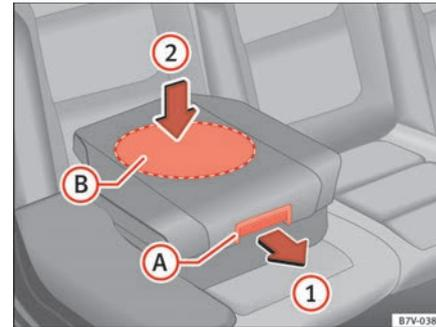

Abb. 34 Integrierter Kindersitz: Sitzpolster zurückklappen.
- Sitzpolster am Entriegelungshebel ⇒ Abb. 34 (A) in Pfeilrichtung ① nach vorn ziehen.
- Sitzpolster im *mittleren* Bereich (B) in Pfeilrichtung ② nach unten drücken, damit es sicher einrasten kann ⇒ ①. Die Seitenhalter klappen automatisch ein.
Beim Zurückklappen des integrierten Kindersitzes nur in der Mitte auf das Sitzpolster drücken ⇒ Seite 55, Abb. 34 ②. Andernfalls kann sich das Sitzpolster verkanten und nicht sicher einrasten. ■